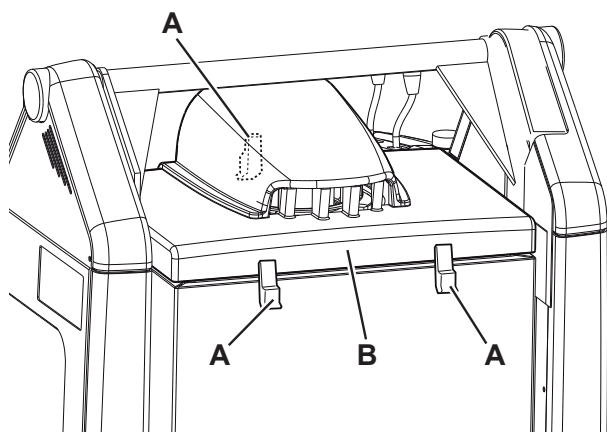

Figure 12
9. Amener la machine sur un sol plat et activer le frein de stationnement au moyen de la pédale (75) et du levier (68).
10. Tourner la clé de contact (67) sur "0".
11. Ouvrir le coffre (22) et le bloquer au moyen de la tige de support (36).
12. Débrancher le connecteur (25) des batteries.
13. Débrancher le connecteur (30) du moteur du système d'aspiration.
14. Dégager les dispositifs de retenue (A, Fig. 12) et enlever le coffre (B) du système d'aspiration.
1. Amener la machine sur un sol plat et activer le frein de stationnement au moyen de la pédale (75) et du levier (68).
2. Tourner la clé de contact (67) sur "0".
3. Ouvrir le coffre (22) et le bloquer au moyen de la tige de support (36).
4. Débrancher le connecteur (30) du moteur du système d'aspiration.
5. Dégager les dispositifs de retenue (A, Fig. 12) et enlever le coffre (B) du système d'aspiration.